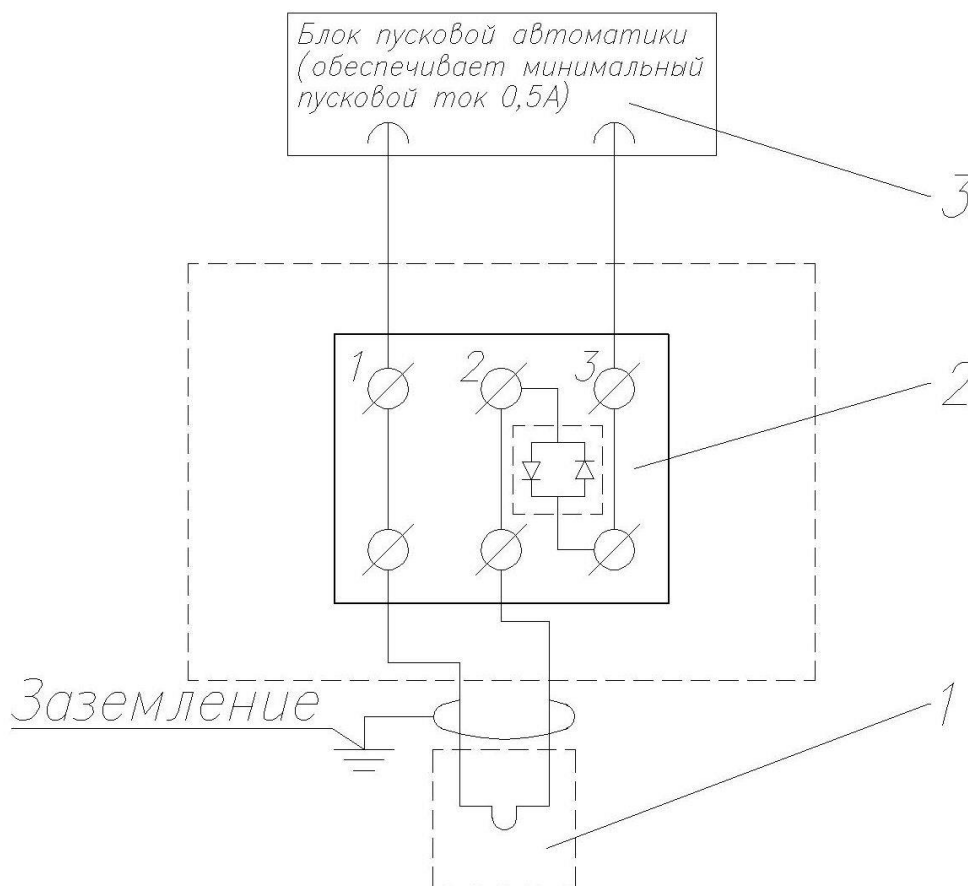

Рисунок 3. Схема подключения модуля.
7.9. Подключить электрическую цепь устройства электропуска к цепи управления системы пожаротушения. На рис.3 приведён вариант подключения модуля к блоку пусковой автоматики «С2000-КПБ».